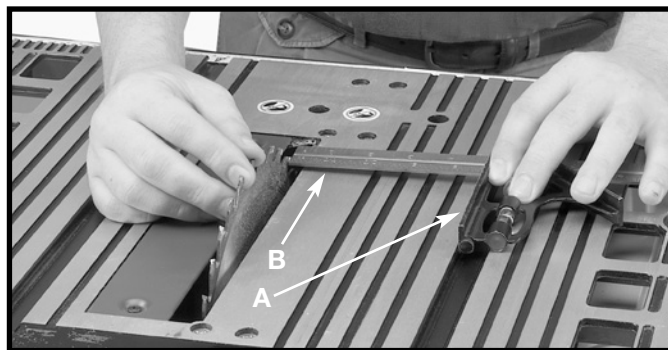

Fig. 35
3. Utilizando una escuadra ajustable, coloque el cuerpo de la escuadra (A) Fig. 35 contra la escuadra de ingletes y ajuste la hoja (B) de la escuadra hasta que se roce con el diente marcado, como se ilustra aquí.